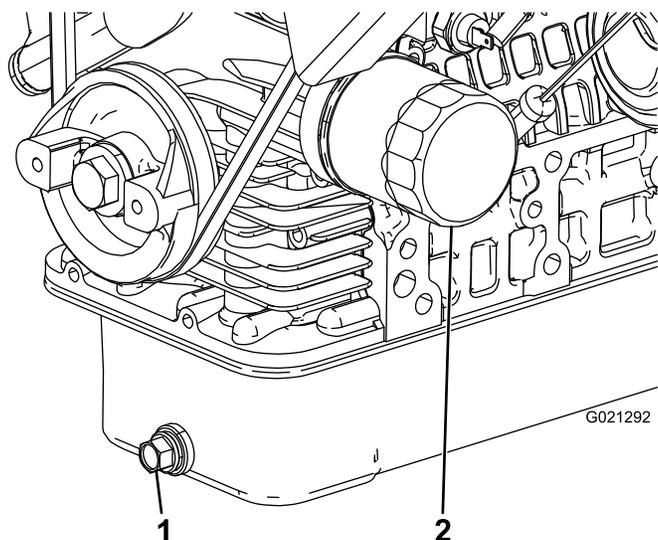

Рисунок 46
2. Снимите пробку сливного отверстия и дайте маслу стечь в сливной поддон (Рисунок 46).
4. Извлеките масляный фильтр (Рисунок 46).